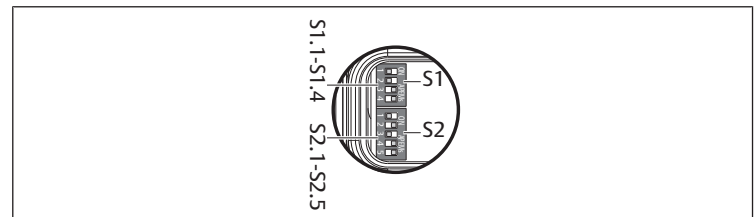

Abb. 5: DIP-Schalter S2
2. Bringen Sie den Dip-Schalter S2.5 in die gewünschte Position. Siehe → Abb. 5.